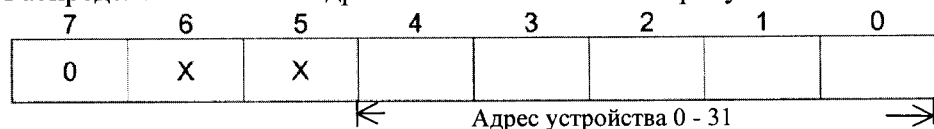

Рисунок 3-3 Нумерация битов адреса (ADR)
**ADR:** Поле адреса включает адрес подчиненного устройства в сети (преобразователя). Распределение битов в адресном байте показывает рисунок 3-3.